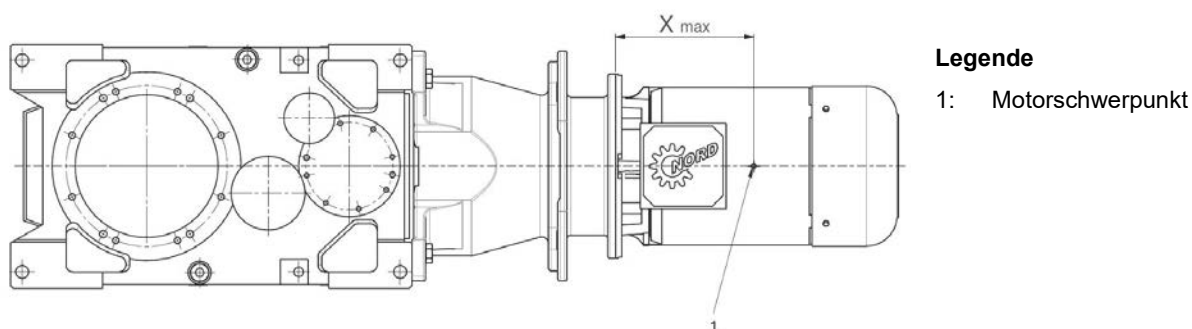

Abbildung 20: Motorschwerpunkt
1) siehe Abbildung 20 für Maß X max